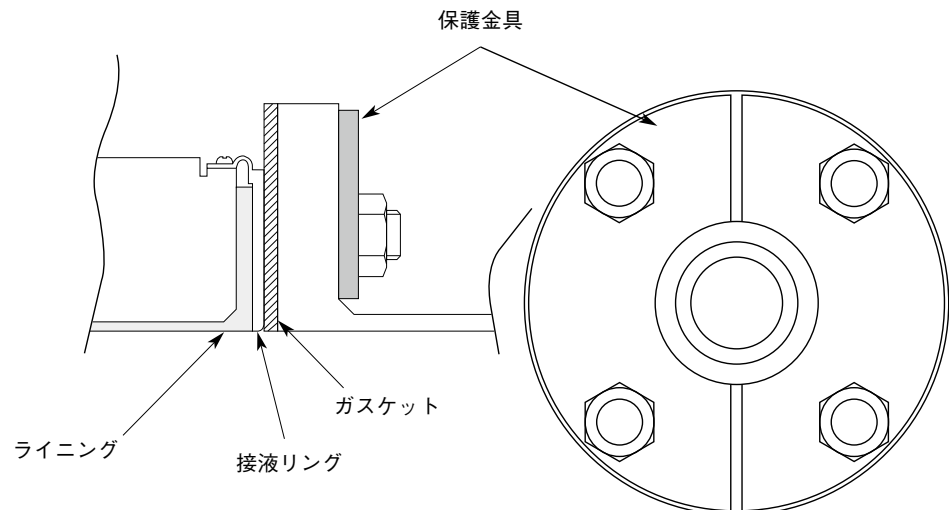

図2-14. 接液リングがSUS材質の場合(保護金具使用)
- 保護金具 : 規定のトルクで締め付けて設置すると、塩ビ配管の変形または破損のおそれがある場合に必要です。厚さは6 mm以上のステンレス材など、ナットを締め付けて変形しない金属材料を使用してください。金具の形状は、図2-14を参照してください。